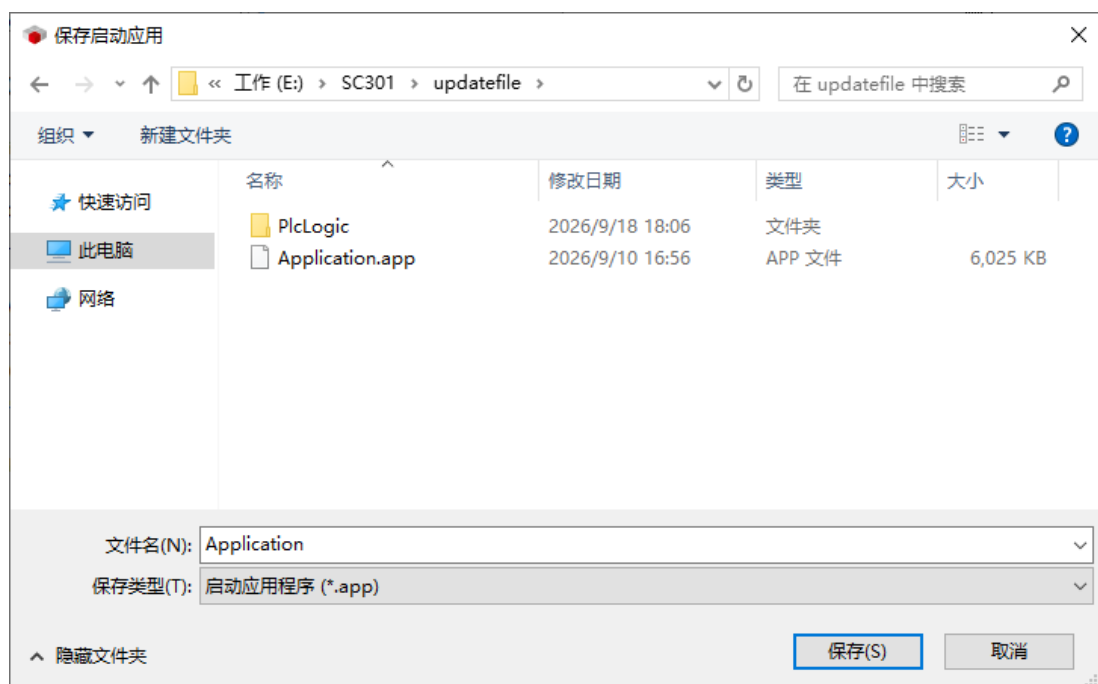

图 16-2 命名并保存目标文件
(2) 然后在弹出的对话框中，选择目标文件的保存路径，并对目标文件进行命名，本例中命名为 Application，如下图 16-2 所示。